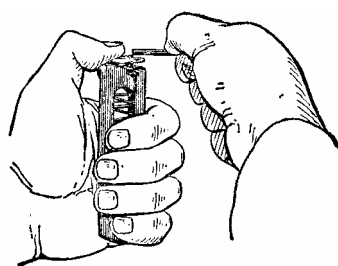

Рис. 25. Сборка магазина.
1. Собрать магазин. Удерживая корпус магазина в левой руке так, чтобы выступ для крепления магазина был вверху и слева; правой рукой вложить подаватель в корпус магазина. Вставить в корпус магазина пружину подавателя отогнутым концом вверх и вправо и, поджимая пружину большим пальцем левой руки (рис.25), правой рукой надвинуть крышку на загнутые ребра корпуса так, чтобы отогнутый конец пружины заскочил в отверстие крышки.